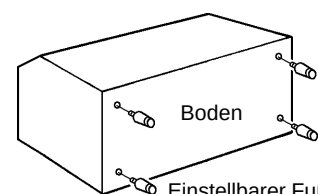

Abb. 3
- Den Vorratsbehälter vorsichtig auf die Rückseite legen, um Beschädigungen zu vermeiden. Die vier verstellbaren Füße (Zubehör für Vorratsbehälter) in die vier Gewindelöcher auf der Unterseite des Vorratsbehälters einschrauben. Siehe Abb. 3.